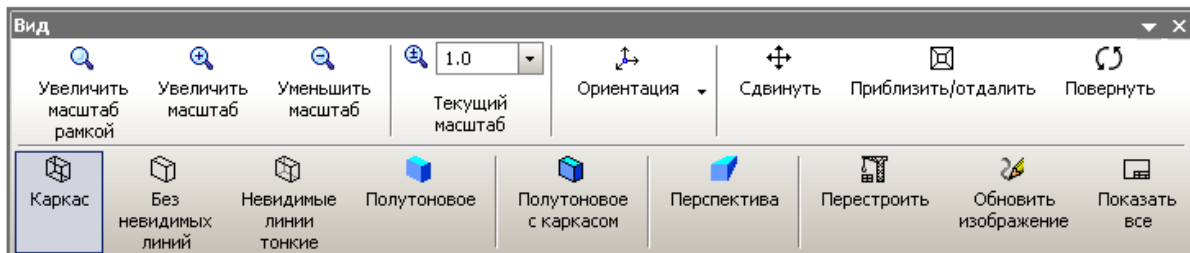

Рис. 1.19. Панель **Вид** с выведенными подписями к кнопкам.
В этом случае панель **Вид** будет выглядеть следующим образом (рис. 1.19).
5.1. Выберите различные способы отображения модели Крышка розетки (**Каркас, Без невидимых линий, Невидимые линии тонкие, Полутоновое, Полутоновое с каркасом, Перспектива**) с помощью кнопок или команд меню **Вид** (см. рис. 1.19 и **Таблицу 3**). Ответьте на вопрос, какое из отображений дает наилучшее представление о форме детали? Почему?